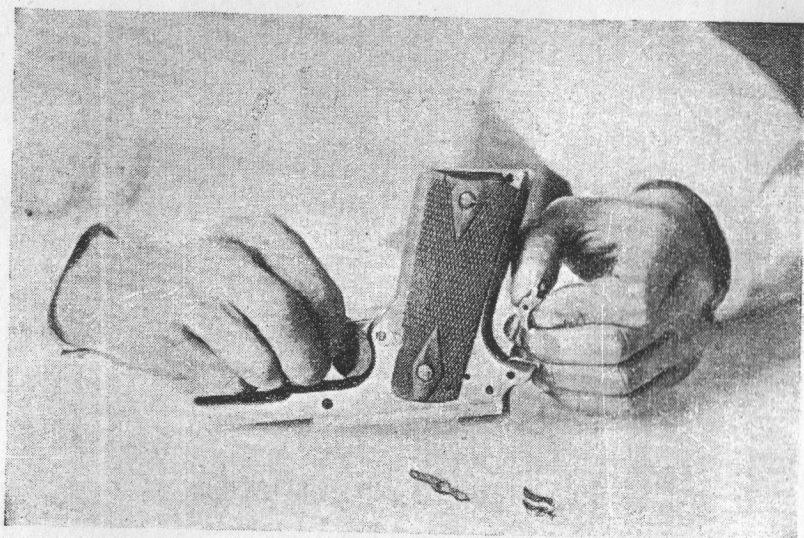

Рис. 25.
5. Вставить внутренний предохранитель, для чего, держа пистолет рукояткой кверху, вставить внутренний предохранитель головкой в отверстие в верхней стенке остова пистолета, наблюдая, чтобы плоская часть хвоста предохранителя была обращена вперед, т. е. прилегал к перемычке спускового крючка. (На рис. 25 предохранитель показан вместе со спусковым рычагом).
находиться в середине спускового рычага). Ось вставляется с левой стороны остова пистолета (рис. 25 и 20 — гнездо оси).